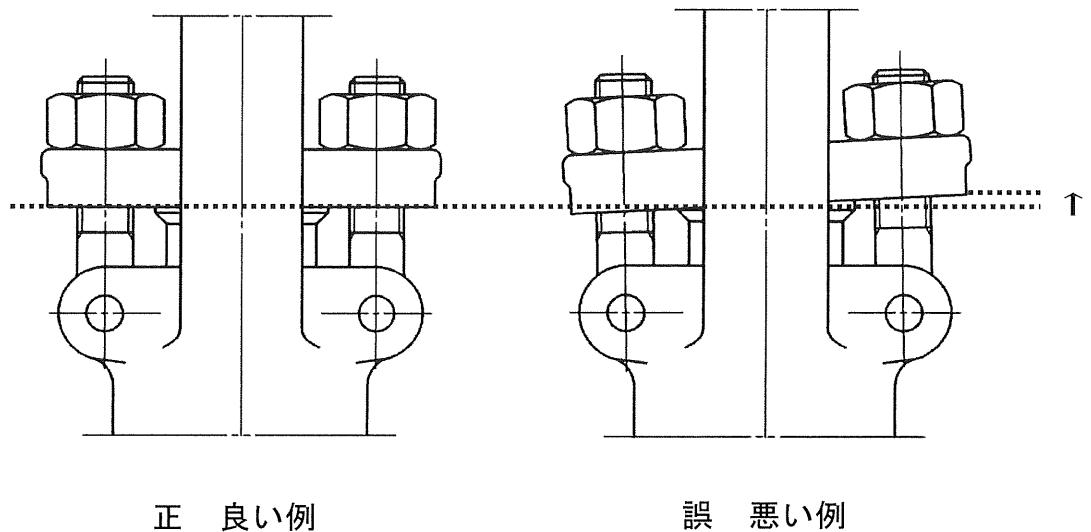

図 7.3 グランドボルトナットの締め付け調整例
- ③ 弁棒ねじ部にはグリースを塗ることによって焼き付きやかじりを防止することができます。
- ④ グランドパッキンを挿入する場合は、グランドパッキンの切り口が重ならないように、1リングずつ挿入し、且つ1リングずつ毎に適当な締付力を与えてください。
- ⑤ 図7.3に示すとおり、グランドボルトナットを締めながらハンドル車の廻り具合をみてグランドを片締めしないように交互に平均した力で調整してください。